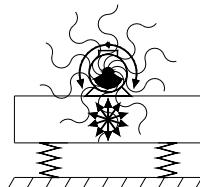

fig.1
- the rotation of an eccentric mass (ROTATIONAL VIBRATION) (fig. 1)
- dalla rotazione di una massa eccentrica (VIBRAZIONE ROTAZIONALE) (fig. 1)